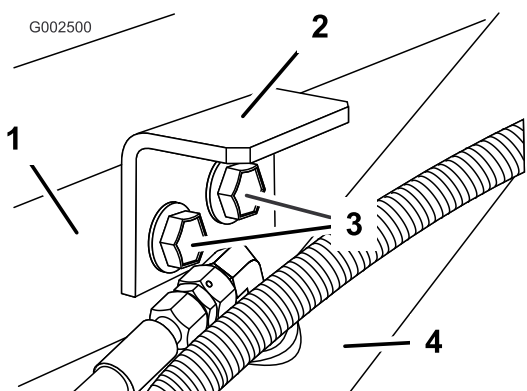

Рисунок 8
3. Установите прижимные кронштейны с помощью ранее снятых 2 болтов и фланцевых гаек (Рисунок 8).